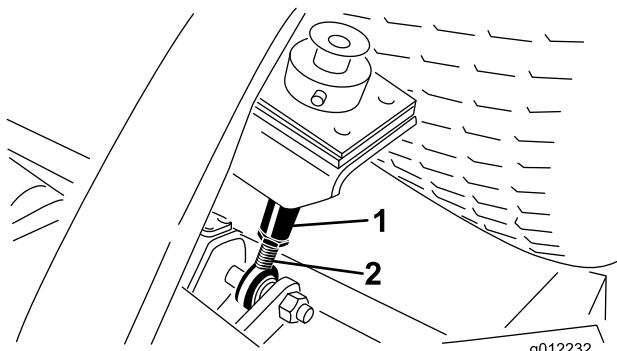

Figura 19
6. Afloje las contratuerca del extremo inferior de las varillas de ajuste de la altura de corte (Figura 19).